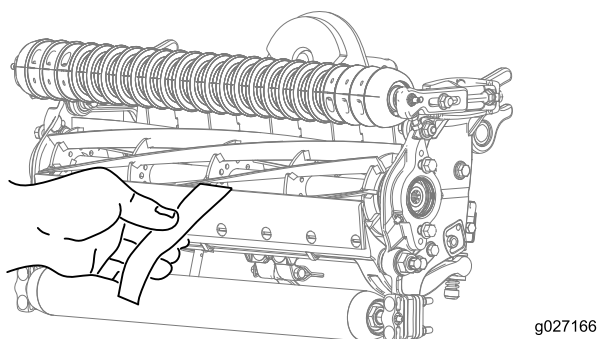

図 10
- 切れ味確認用のペーパー Toro P/N 125-5610 を一枚、リールと下刃との間に、下刃に対して直角になるように差し入れて、カッティングユニットの切れ味をテストする 図 10。ゆっくりとリールを回転させるこれで紙が切れれば合格である。